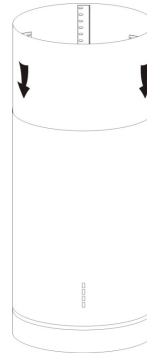

Рис. 7
- З'єднати розширювану трубу з випускним каналом; перевірити, що все виконано правильно і опустити зовнішню витяжну трубу. Монтаж витяжки завершено. Див. Рис.7 і 8.
6. Встановити внутрішню витяжну трубу на корпус витяжки. Див. Рис. 7.